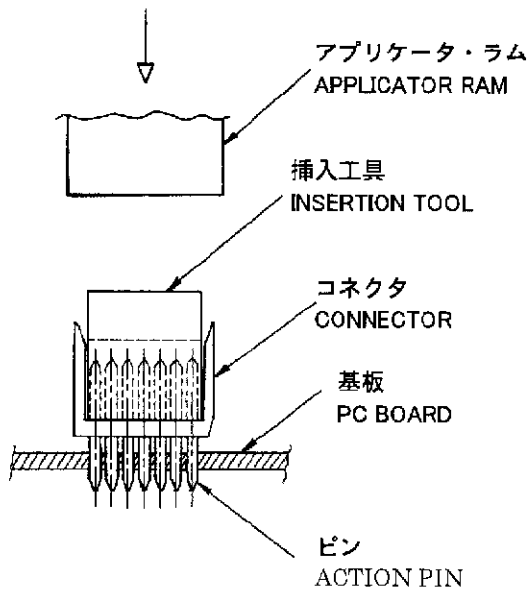

Fig.5
- (5) アプリケーター・ラムをゆっくり落とし、コネクタを基板に挿入します。(Fig.5)
- (6) アプリケーター・ラムを戻し、コネクタの挿入状態を確認してください。
- (7) 手順2)~4)を繰り返して操作すると、次のコネクタが挿入できます。
- (5) Lower the Applicator Ram slowly, then the Connector can be inserted. (Fig.5)
- (6) Return the Applicator Ram and check the insertion condition of the Connector.
- (7) Operate according to the procedure 2) ~4), the next Connector can be inserted.